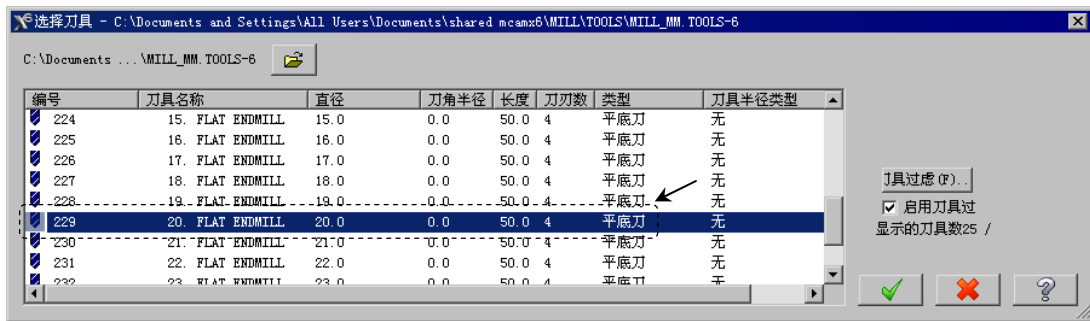

图 7.27 “选择刀具”对话框
Step4. 选择刀具。在“曲面精加工平行铣削”对话框中单击 **选择刀库** 按钮，系统弹出“选择刀具”对话框，在该对话框的列表框中选择图 7.27 所示的刀具。单击 按钮，关闭“选择刀具”对话框，系统返回至“曲面精加工平行铣削”对话框。